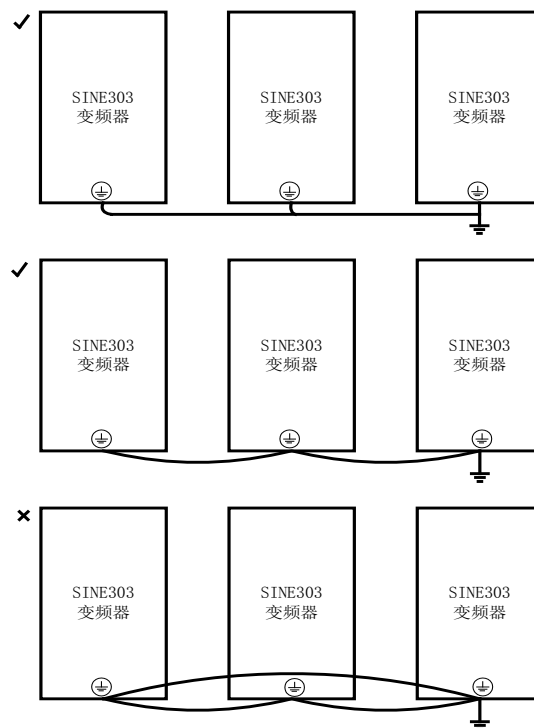

图 3-11 接地线连接方法
② 接地线切勿与焊机或动力设备共用。
③ 接地线请按电气设备技术标准所规定的导线线径规格，并与接地点尽可能短。
④ 同时使用两台以上变频器的场合，请勿将接地线形成回路。正确接地方法与错误接地方法如图 3-11 所示。